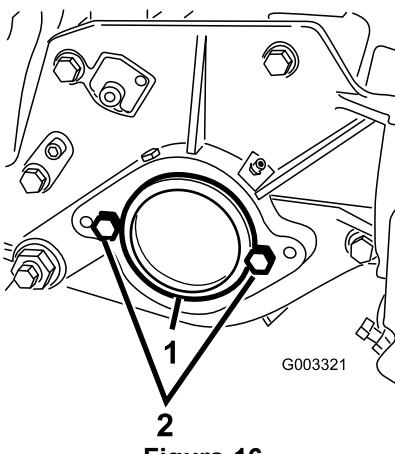

Figura 16
5. Instale os 2 parafusos de montagem do motor do cilindro na placa do lado esquerdo da unidade de corte (Figura 16).
2. Na extremidade direita da unidade de corte, retire o tampão de plástico da caixa de rolamentos (Figura 16).
3. Retire os 2 parafusos da placa do lado direito (Figura 16).